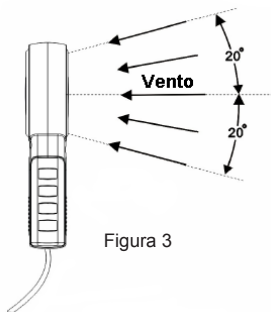

Figura 3
4. Utilize o sensor conforme demonstrado na figura 3 para realizar as medições da velocidade do vento, que demonstra a direção correta do fluxo do vento. Tenha o cuidado de sempre verificar a direção correta do fluxo de vento no sensor.